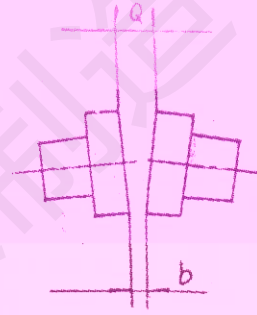

图2
- c.角度调整是保证联轴器的两个平面的平行度,检查平行度可用塞尺,两联轴器平面间的差值 $(a-b) \leq 0.06$ (参见图2)。